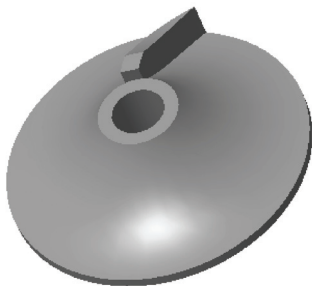

图 7-46 打开模型文件
STEP 01 单击快速访问工具栏中的“打开”按钮 ，打开模型文件，如图 7-46 所示。